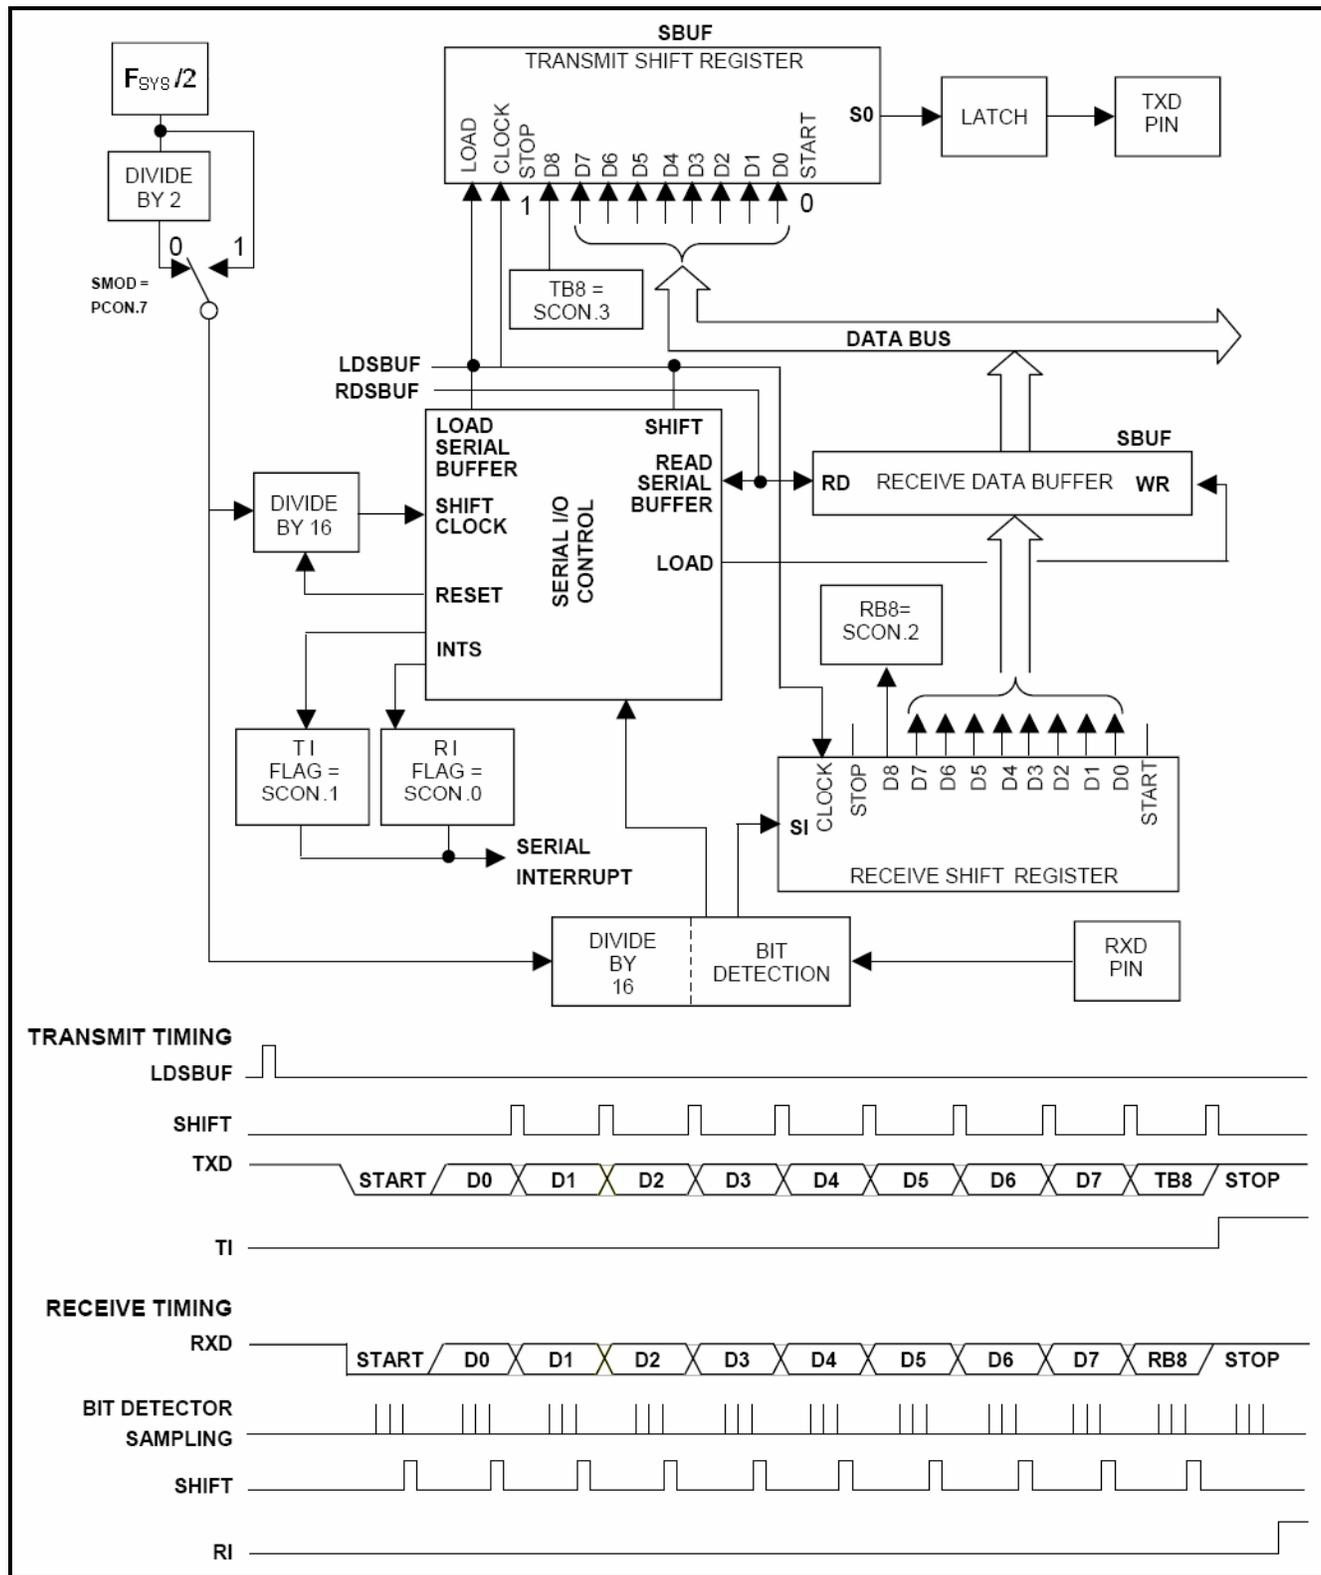

图 12-3. 串口模式2功能框图
模式 2 支持全双工异步通信，数据由起始位位 (0)，8位数据 (最低位在前)，可编成的第9位数据 (TB8) 和停止位组成。第9位数据接收至RB8。波特率是时钟频率的1/32 或1/64，由 SMOD位来选择。图 12-3 模式2的功能框图